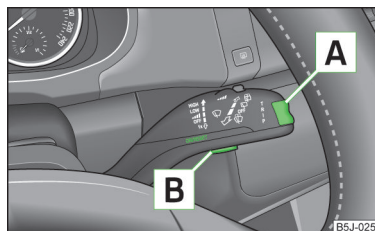

Abb. 7
- » Das Hauptmenü (**HAUPTMENÜ**) wird durch langes Drücken der Wipptaste **A** » Abb. 7 aktiviert.
- Wenn im Display Warnmeldungen angezeigt sind, müssen diese Meldungen durch kurzes Drücken der Taste **B** » Abb. 7 bestätigt werden, um das Hauptmenü aufzurufen.
- Wenn im MAXI DOT-Display Warnmeldungen angezeigt sind, müssen diese Meldungen mit der Taste **[B]** » Abb. 7 auf Seite 18 bestätigt werden, um das Hauptmenü aufzurufen.